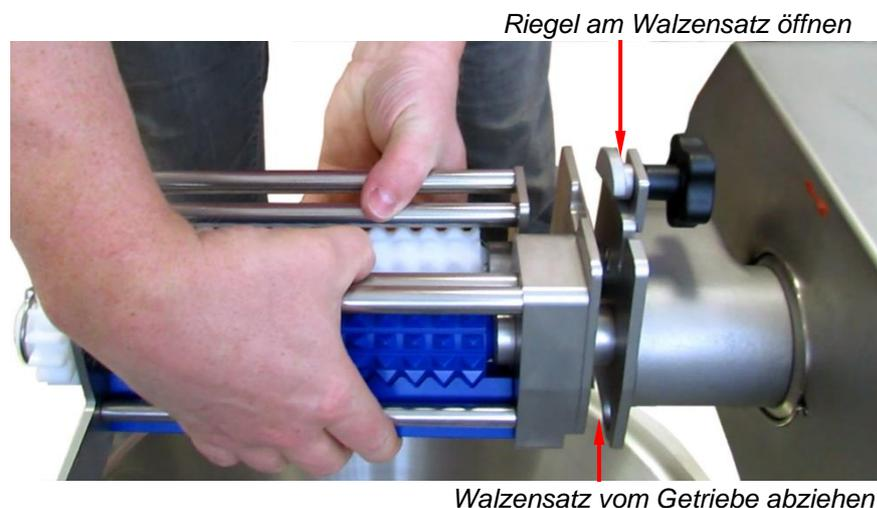

Abb. 133: Abziehen des Walzensatzes vom Ansteck-Getriebe
3. Riegel am Walzensatz mit der Sterngriffschraube öffnen (siehe Abb. 133).